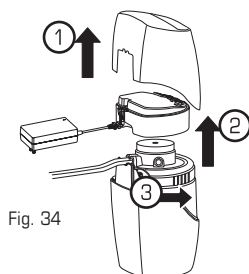

Fig. 34
①. Desmonte el módulo electrónico
②. Luego, quite la herramienta de remoción de la manguera ③ (Fig. 34).